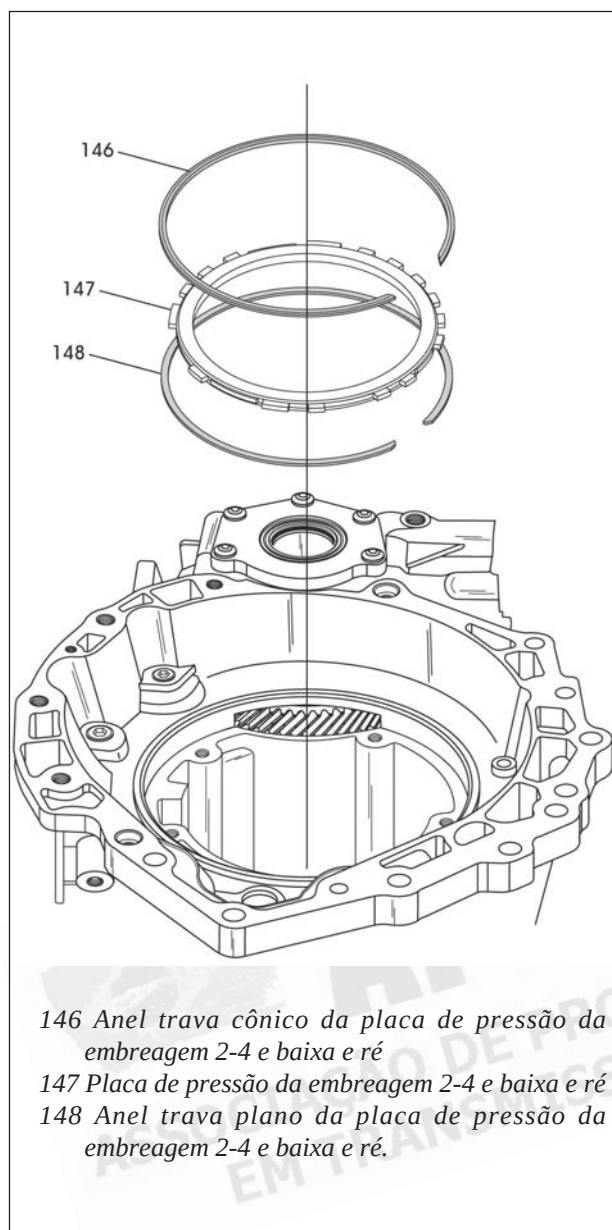

Figura 69
55. Remova o anel trava cônico de fixação da placa de pressão da embreagem 2-4 e Baixa e Ré da carcaça, conforme indica a figura 69.
56. Remova a placa de pressão da embreagem 2-4 e baixa e ré, conforme mostra a figura 69.
57. Remova o anel trava plano da placa de pressão da embreagem 2-4 e baixa e ré, conforme indicado na mesma figura 69.